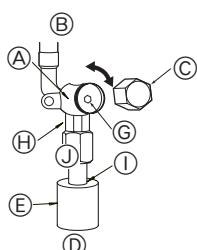

Fig. 4-5
(1) Πλευρά αερίου P100-P140 (Fig. 4-5)
- ① Βγάλτε το καπάκι και περιστρέψτε το στέλεχος της βαλβίδας προς τα αριστερά έως έξαγωνο κλειδί 5 χλωτ. Σταματήστε να περιστρέψετε έως ότου φτάσει στον αναστολέα.
(2) Βεβαιωθείτε ότι η βαλβίδα διακοπής είναι εντελώς ανοιχτή, και περιστρέφοντας επαναφέρατε το καπάκι στην αρχική του θέση.